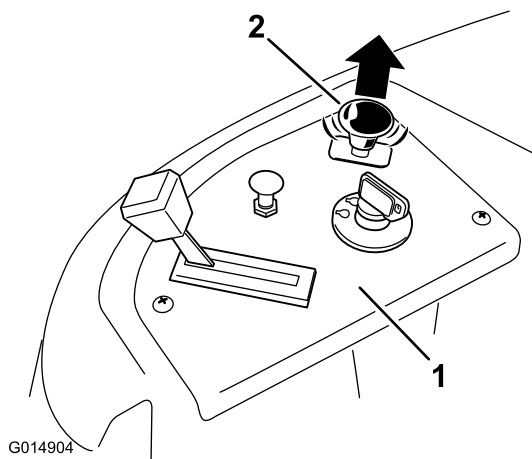

Bild 15
3. Ziehen Sie den Zapfwellenantriebsschalter hoch, schieben Sie ihn in die EIN-Stellung und kuppeln Sie die Messer ein (Bild 15).